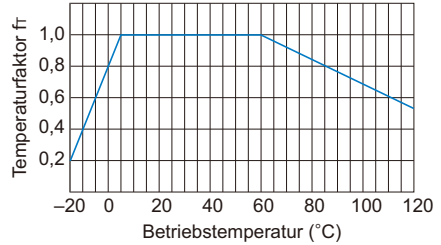

Abb. 2 Temperaturfaktor
Übersteigt die Temperatur der Keilwellenmutter den normalen Temperaturbereich, nimmt die Resistenz gegen Reibverschleißung und die Festigkeit des Materials ab. Daher muss das zulässige dynamische Drehmoment (T) und die zulässige dynamische Belastung (F) mit dem entsprechenden Temperaturfaktor aus Abb. 2 multipliziert werden.
- f_T : Temperaturfaktor (siehe Abb. 2)